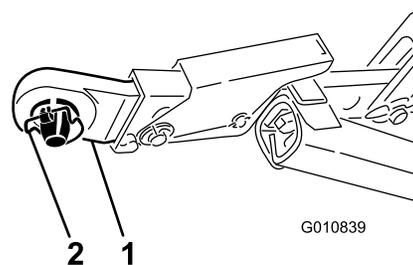
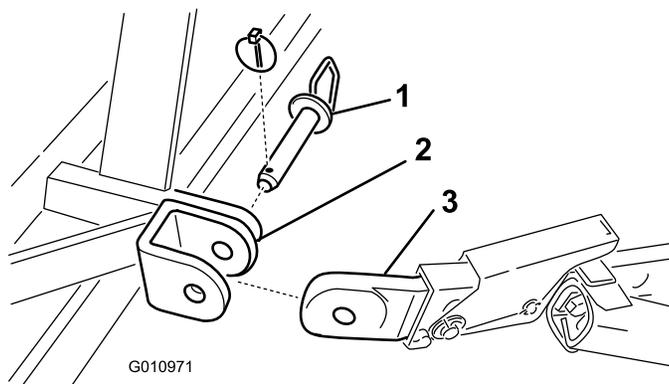

図 3
図 4
6. リンチ・ピン（図 3）またはヒッチ・ピンとリンチ・ピン（図 4）をつかって、下リンク・アームをエアレータの取り付けブラケットに固定する。